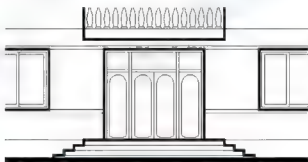

图 4.66 绘制立面台阶踏步线
- (4) 用【直线】命令绘制立面台阶踏步线,结果如图4.66所示。